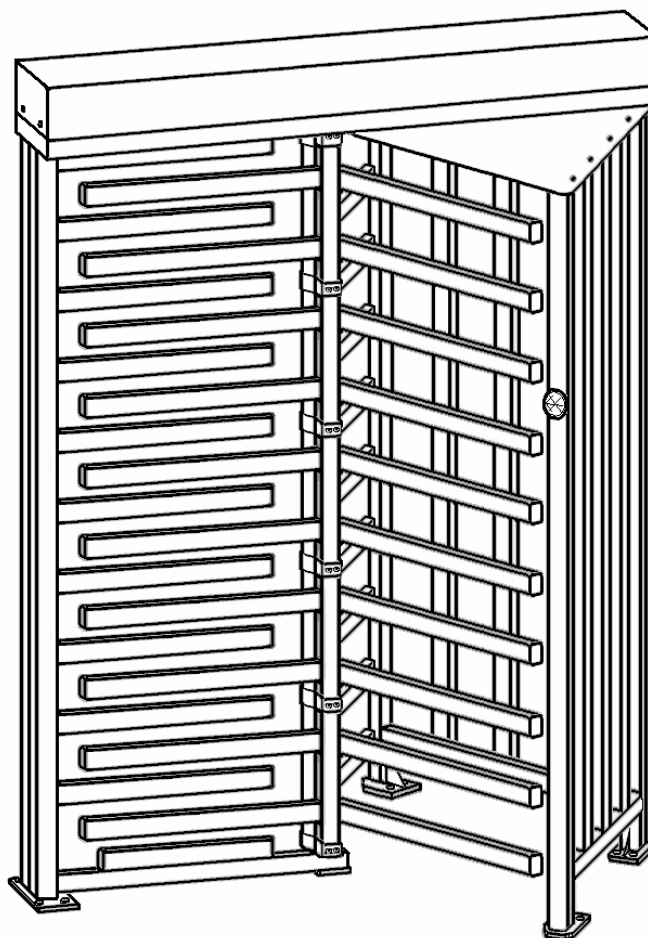

Рисунок 6 Исходное положение створок турникета для шлюзовых режимов работы
- В исходном состоянии турникета зону прохода перекрывают **две створки, образуя шлюз** (см. рис. 6 и 12); из этого состояния возможно задание